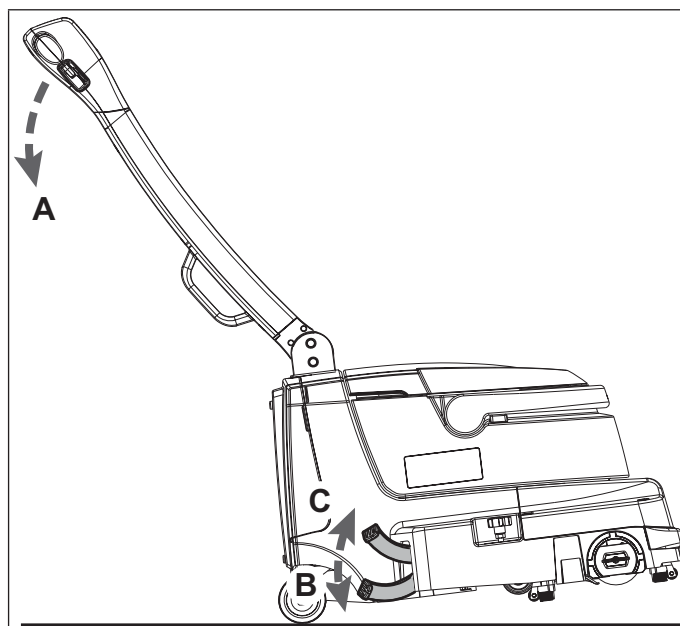

Figure 1
Pour faciliter les opérations avec la pédale de stationnement (10), lever légèrement la partie avant du corps de la machine en faisant levier avec les mains sur le guidon (A, fig. 1).
- À l'aide des mains sur le guidon (A), lever légèrement la partie avant du corps de la machine, puis pousser sur la pédale (B, fig. 1).